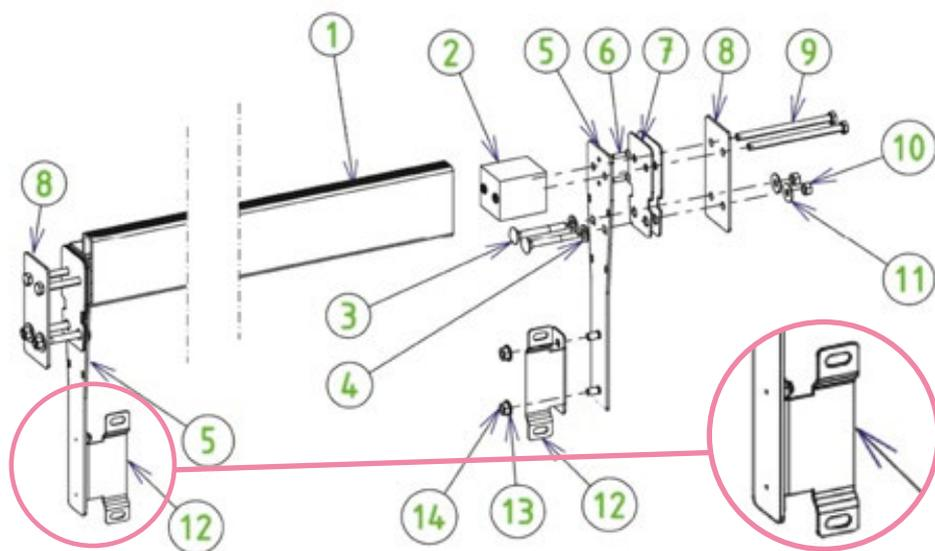

Figure 41 – Assemblage et montage de la poutre
Les étapes de montage de la poutre sont illustrées à la *Figure 41*. La visserie nécessaire à ce montage se trouve dans le sachet Y. Sur cette figure, la paroi de bois est située entre les pièces 7 et 8, et le liner est situé entre les deux joints (7) en caoutchouc.
Montez les deux équerres de support de parois de séparation (12) sur les platines (5) par le biais de quatre écrous (14) et quatre rondelles (13) de diamètre 8 mm en inox A4. Les avancées sur lesquelles de situent les trous oblongs sur les équerres (12) doivent se situer du même côté de la poutre (voir zoom à la Figure 41).
Pour finir, fixez la paroi de séparation sur les équerres (pièce 12 de la *Figure 41*) grâce à quatre vis (7) à tête poêlier 8 × 16, quatre rondelles et quatre écrous de diamètre 8 mm en inox A4.